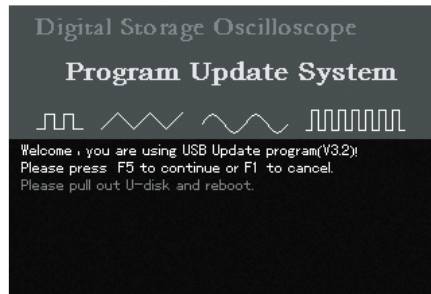

图5-6
1、在升级过程中，用户需要中止程序升级，根据操作提示，按 **[F1]** 键，可退出程序升级系统，此时界面提示如图5-6所示，“请拔掉U盘，重新启动示波表”。